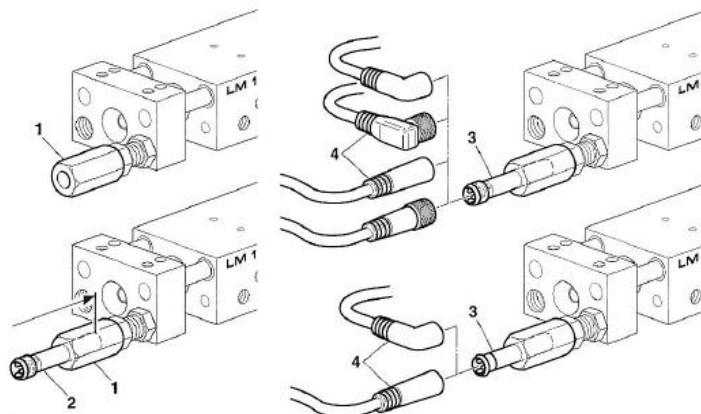

Fig. 12 Montage de l'initiateur 6.5 mm
1. Visser le support de l'initiateur (Fig. 12, 1) sur la vis de butée.
2. Insérer l'initiateur (Fig. 12, 2) dans le support d'initiateur jusqu'à la butée.
3. Serrer légèrement le support de l'initiateur (Fig. 12, 1).
4. Montez le connecteur (Fig. 12, 4).